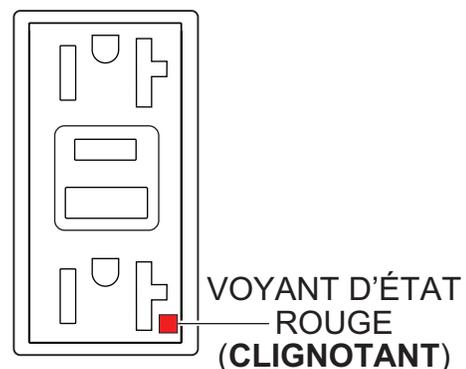

Figure 96. Réceptacle GFCI (DEL ROUGE clignotante)
6. Si le voyant d'état (Figure 96) **clignote (ROUGE)**, **NE PAS** la prise GFCI et remplacez-la immédiatement.